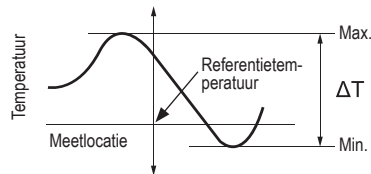

Fig. 2
- De display toont de huidige temperatuur en het temperatuurverschil  $\Delta T$  tussen de hoogste en de laagste temperatuurmeting (fig. 2).